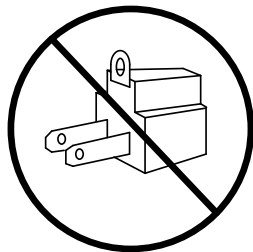

Figure 4
- N'utilisez pas d'adaptateur entre fiche et prise. (Voyez la Figure 4).